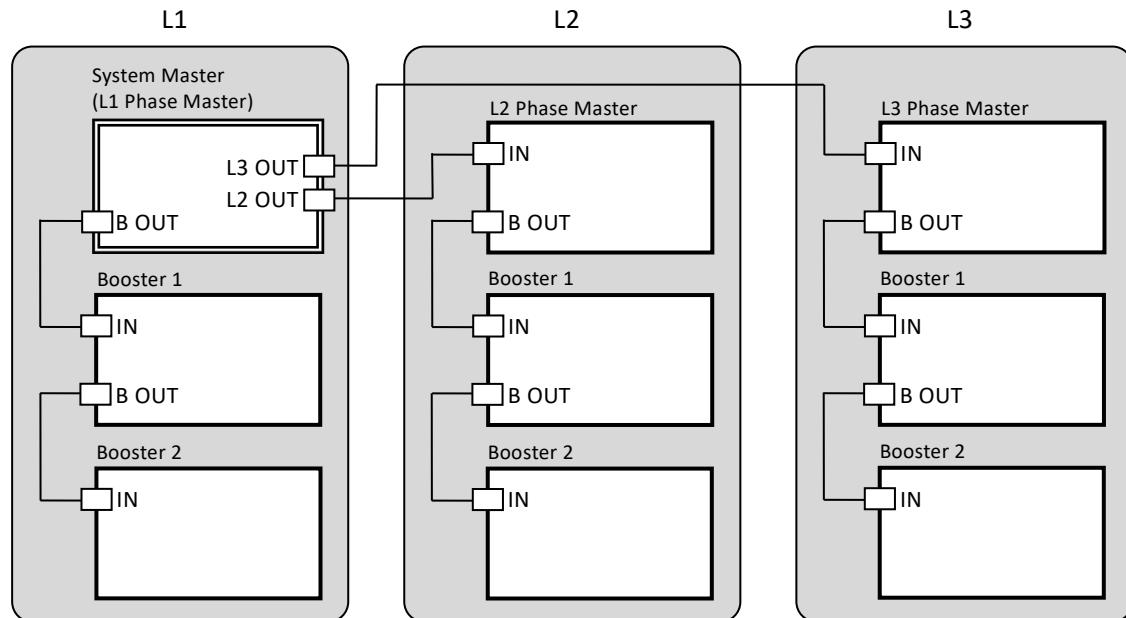

図 10-1 最大システム構成 *1
*7 : N は全体の構成台数、B は各相のブーストアップ台数を表しています。（N は 2～9 台、B は 0～2 台、図 10-1 参照）
*15 : N は全体の構成台数、B は各相のブーストアップ台数を表しています。(N は 2 ~ 9 台、B は 0 ~ 2 台、図 10-1 参照)